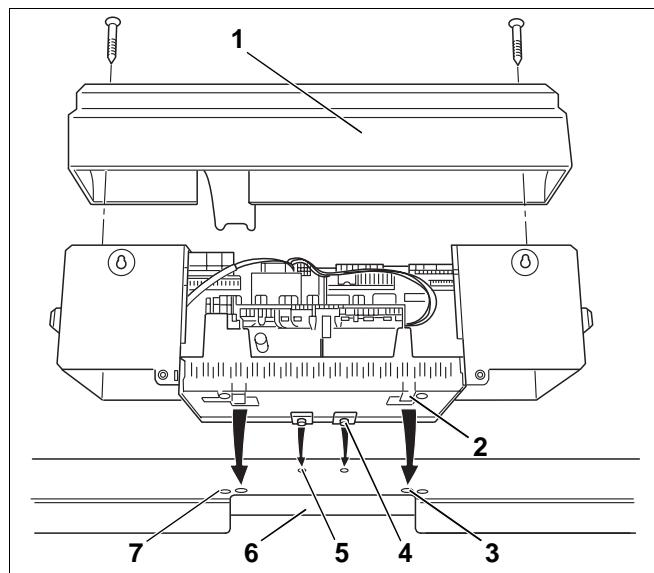

Рис. 48
- Ослабить два винта в крышке клеммной коробки (рис. 48, **поз. 1**) и снять ее, подняв вверх.
- Вставить крюки (рис. 48, **поз. 4**) системы управления в овальные отверстия передней крышки котла (рис. 48, **поз. 5**). Систему управления сдвинуть вперед и затем откинуть назад. Эластичные крюки (рис. 48, **поз. 2**) должны войти сзади в прямоугольные отверстия передней крышки котла (рис. 48, **поз. 3**).
- Цоколь системы управления закрепить двумя саморезами (рис. 48, **поз. 7**) к передней крышке котла справа и слева от места прохода кабеля (рис. 48, **поз. 6**).
- Крышку клеммной коробки (рис. 48, **поз. 1**) закрепить винтами на системе управления.